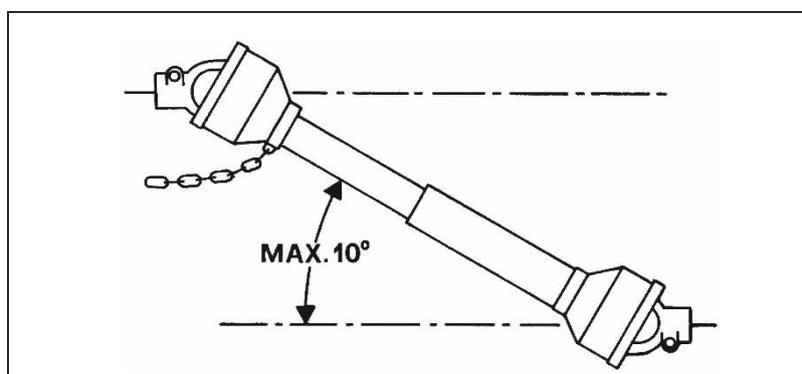

図 5
- 40) PTO シャフトをかなり開いた角度にするとき(決して  $10^\circ$  を超えてはいけない : 図 5)、また PTO シャフトを使用していないとき、必ず PTO を解除しておいてください。